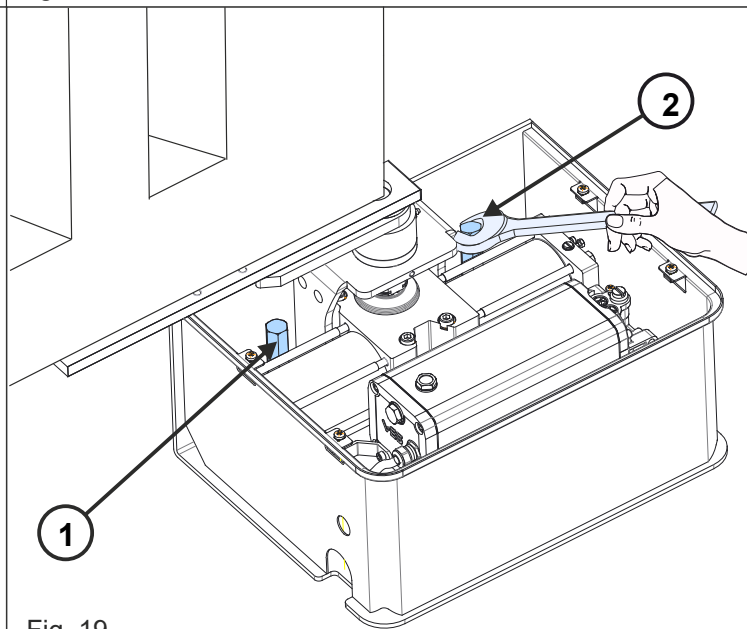

Fig. 19
5.4. Zet de aandrijving vast door op de schroeven "1" en "2" te drukken, zoals aangegeven in Fig. 19.